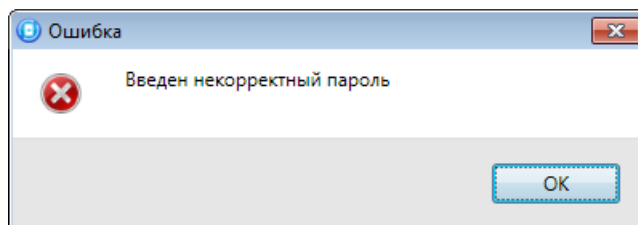

Рис. 5.14. Сообщение об ошибке
**Внимание!** Для регистрации кода или электронного ключа необходимо, чтобы соответствующий способ постановки/снятия (*Электронный ключ* или *Клавиатура Мираж-КД / RFID*) был предварительно выбран на вкладке *Параметры* в раскрывающемся списке *Способ управления постановкой/снятием*. противном случае ввод не будет принят и появится сообщение об ошибке (Рис. 5.14).